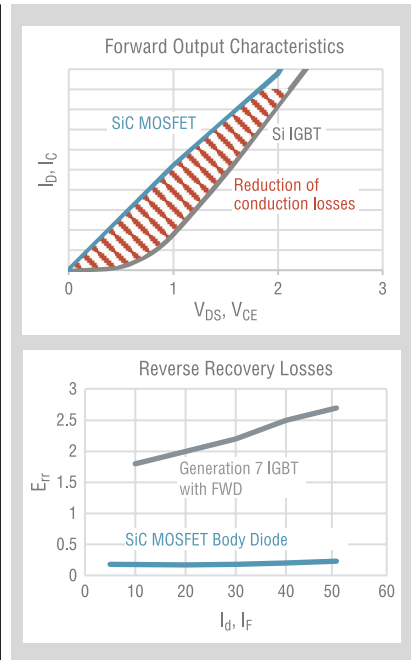

Рис. 2. Діаграма падіння напруги від навантаження
1. Пряме падіння напруги. Якщо порівняти IGBT і SiC модулі, що видно з діаграми падіння напруги від навантаження, то для карбіду кремнію це пряма лінія, тоді як IGBT має кривизну (рис. 2). В результаті, наприклад, при однаковому заданому струмі падіння напруги на SiC 1 В, а на IGBT 1.5 В. І це зменшення прямого падіння напруги зменшує фактичні втрати провідності, особливо, коли ми знаходимося в зоні нижче номінального навантаження (заштрихована область на рис. 2).